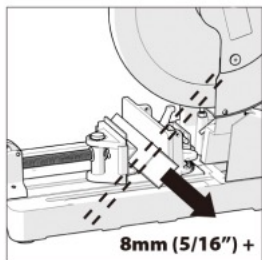

Fig. 12
- **FORSIKTIG:** Minislengden på det kappede stykket må være 8 mm (5/16 tomme) eller mer for å unngå at bladet faller ut av knivsporet og forårsaker fare (fig. 12).